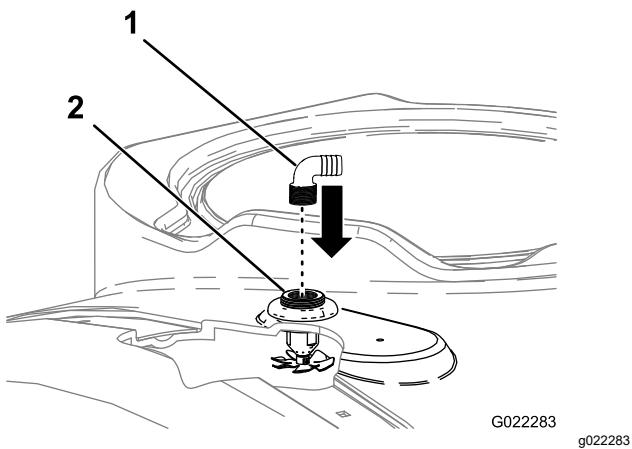

Figure 6
- Placez les 2 cannelures de flexible de rinçage dans les ouvertures filetées des buses de rinçage (Figure 6).